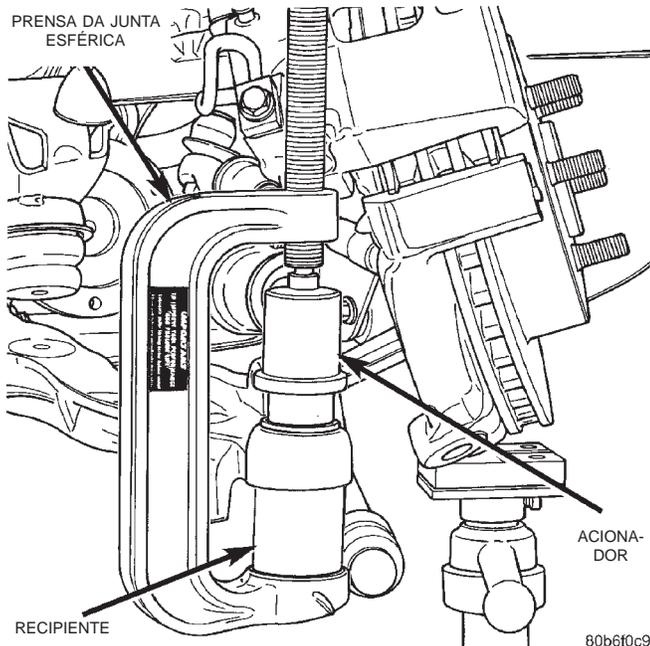

Fig. 13 Remoção da Junta Esférica Inferior
(16) Remova a junta esférica com a Prensa C-4212F, o Recipiente 8345 e o Acionador C-4212-3 (Fig. 13).